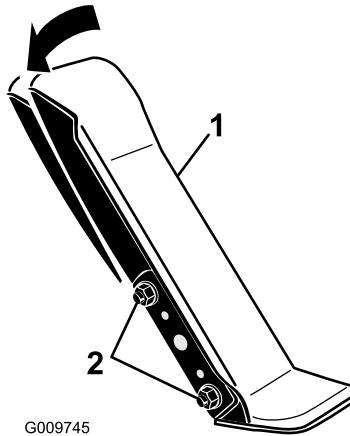

Рисунок 101
1. Ослабьте две гайки и болты крепления левой стороны педали управления тягой к кронштейну (Рисунок 101).
2. Поверните педаль под требуемым рабочим углом и затяните гайки (Рисунок 101).